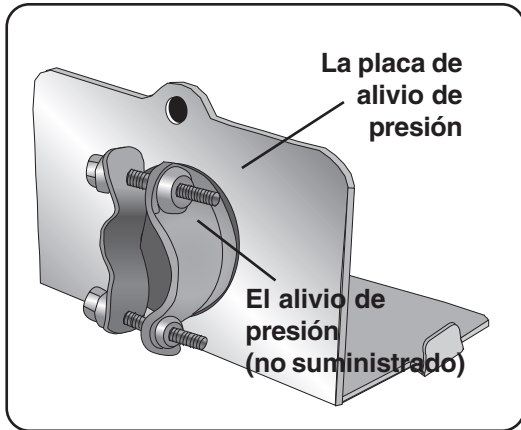

Ilustración 26
- 1 Recoja la placa de alivio de presión e instale un dispositivo de alivio de presión [*strain relief*] (algo que no proporcionamos) en la apertura de la misma placa. **NOTA:** Acomode el alivio de presión tal como indica en la **Ilustración 26**.